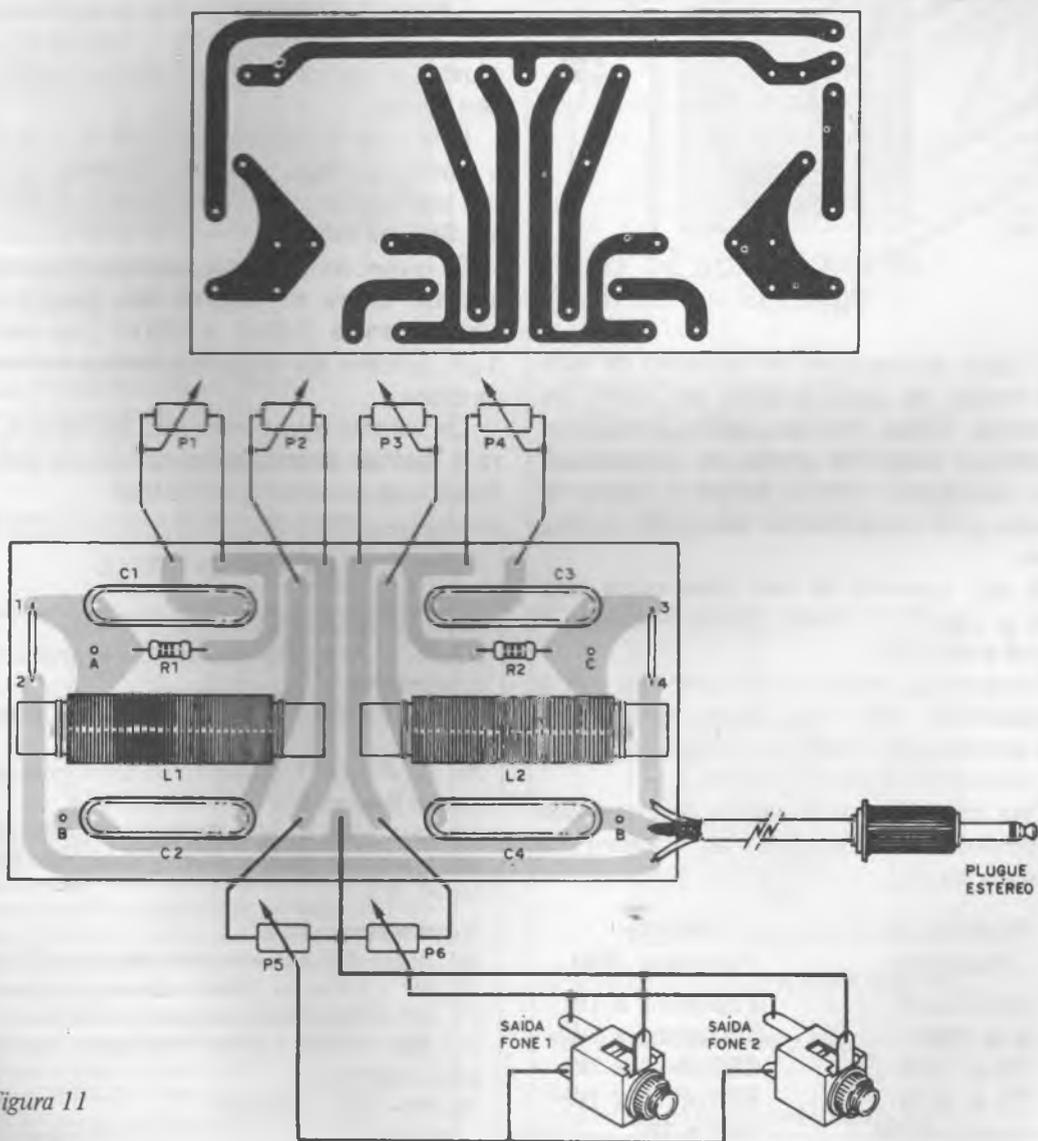

Figura 11
A placa de circuito impresso para esta montagem é mostrada na figura 11.
d) Agora é a vez de fazer a montagem de todos os potenciômetros. Na figura 11 temos o modo como estes componentes são colocados e as ligações que devem ser feitas aos jaques de saída dos fones e também ao cabo de entrada do sinal.